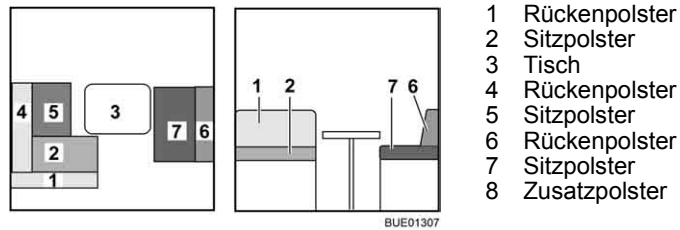

Bild 140 Vor dem Umbau
- Tisch (Bild 140,3) zum Bettunterbau umbauen (siehe Abschnitt 6.11).
- Die Rückenpolster (Bild 140,1 und 4) abnehmen und beiseite legen.